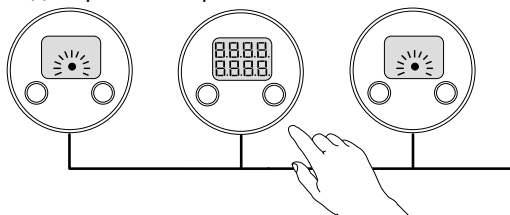

Рисунок 8
3.6.6.1 «Спящий режим» обеспечивает снижение суммарного потребляемого тока при использовании нескольких сигнализаторов в линии – при работе с одним сигнализатором, остальные «засыпают» (рисунок 8). Этот режим применяется, если нет необходимости в одновременной работе нескольких сигнализаторов.